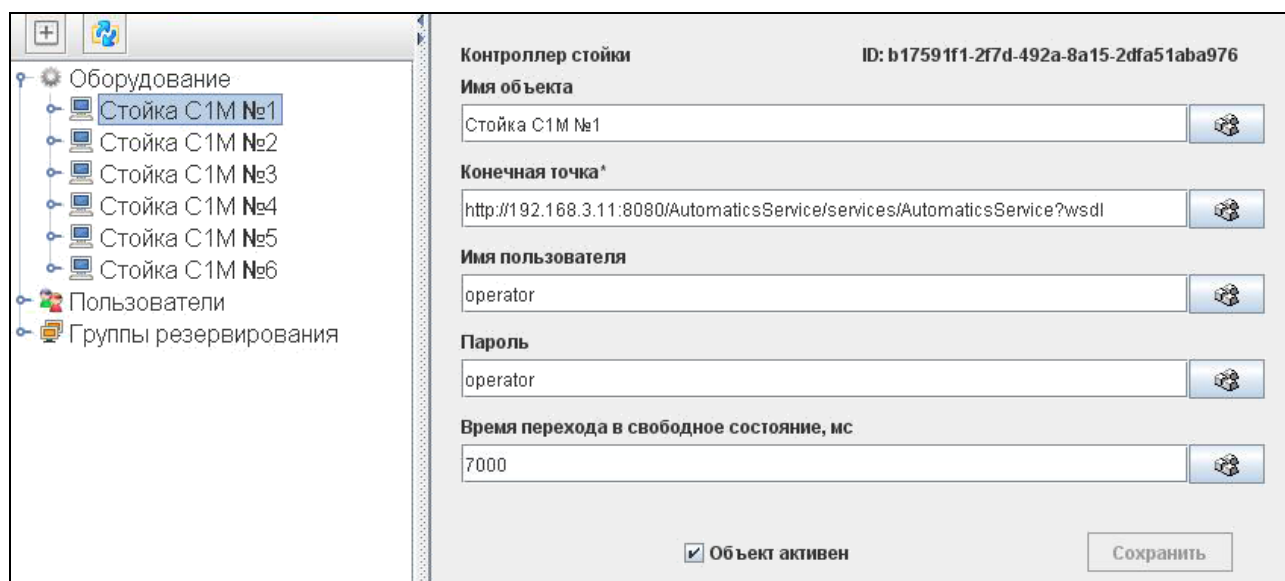

Рисунок 28 — Элемент «Контроллер стойки»
3.10.35.1. Отражает состояния модуля службы САУК, установленной на конкретном контроллере стойки (панельном компьютере) (рис. 28).